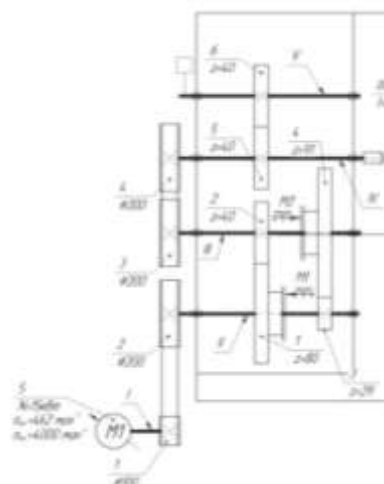

Рис. 1
**6. Какой привод показан на схеме (Рис.1)?**
**6. Какие муфты используются в приводе(Рис.1) ?**
**8. Какие передачи используются в приводе (Рис. 1) в качестве постоянных передач?**
**9. Какие передачи используются в коробке (Рис.1)?**